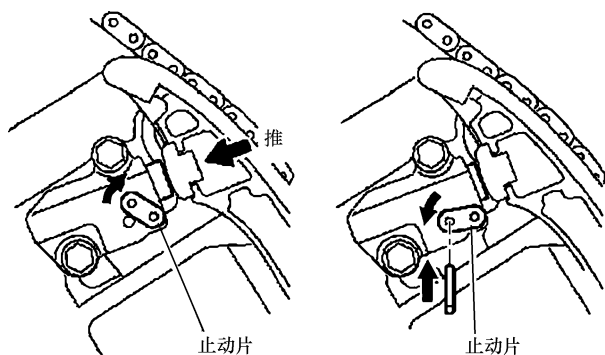

图 22-22 向上转动止动片并推压张紧器柱塞
- ① 按照图 22-22 所示，向上转动止动片并推压张紧器柱塞。
- ② 按照图 22-22 所示，向下推动止动片，然后把一根直径为 3.5mm 的直杆插入止动片和张紧器上的孔中，将止动片固定到位。